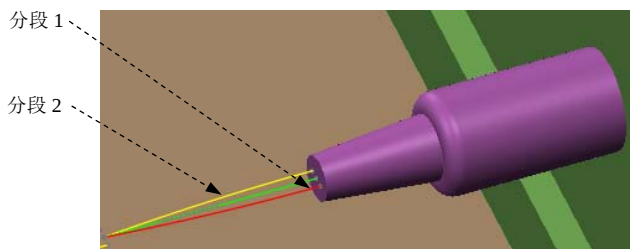

图 17.3.4 删除多余线缆分段
(1) 关闭信息窗口与“缆信息”对话框。
(2) 在 **缆** 功能选项卡的 **线束** 区域中单击“修改线束”按钮 ，在系统弹出的菜单管理器中选择 **H2**  **Done (完成)** 命令。
(3) 显示线缆中心线。在“视图”工具栏中单击“中心线”按钮 ，在模型中显示线缆中心线。
(4) 删除多余线缆分段。在模型中选择图 17.3.4 所示的线缆分段 1 和线缆分段 2（红线和黄线），右击，在弹出的快捷菜单中选择 **删除** 命令。